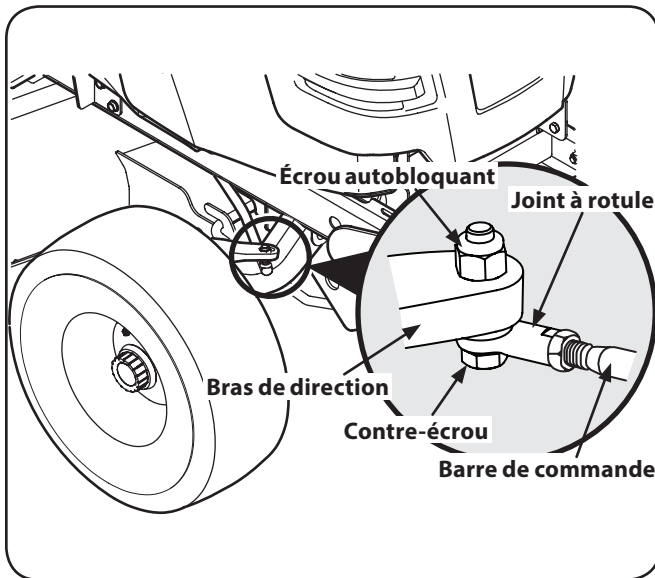

Figure 6-8
5. Desserrez les contre-écrous sur les joints à rotule. Voir Figure 6-8.
6. Retirez les écrous autobloquants afin de détacher les joints à rotule avant des bras de direction. Voir Figure 6-8. Déplacez chaque roue manuellement afin d'obtenir le pincement adéquat, c'est-à-dire des mesures D égales.